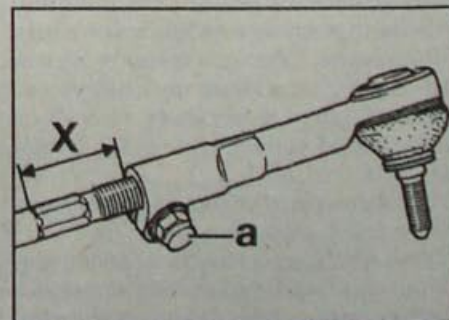

Рис. 10.31. Место измерения размера (X) от шестигранника рулевой тяги до наконечника рулевой тяги
- При регулировке схождения колес обеспечьте равные размеры (X, рис. 10.31) от шестигранника рулевых тяг до наконечников рулевых тяг.
- Проверьте, одинаковы ли размеры (X, рис. 10.31) от шестигранников рулевых тяг до наконечников рулевых тяг. Размеры X должны быть одинаковыми с обеих сторон автомобиля с допуском 1,5 мм.